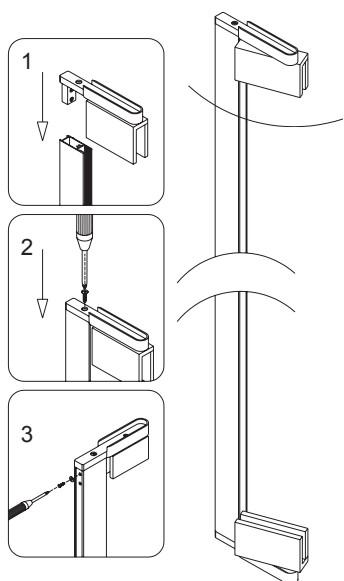

Рис. 3
3. Возьмите стеклянный профиль для стеклянной двери **(2)**. Вставьте верхний поворотный узел **(7)** в центральный паз стеклянного профиля для стеклянной двери; затем закрепите его и профиль при помощи шурупа с плоской головкой ST4.2×25 **(16)** и болта M4×16 **(13)**. Повторите эти же действия для нижнего поворотного узла. *См. рис. 3 для более подробной информации.*
ПРИМЕЧАНИЕ: Задняя пластина **(К)** поворотного узла **(7)** должна находиться с внутренней стороны. *См. рис. 3 для более подробной информации.*